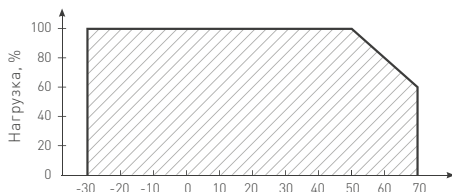

Рис. 2. Максимальная допустимая нагрузка, % от мощности источника.
- Температура окружающего воздуха от -30 до +50 °С, см. график зависимости максимальной допустимой нагрузки на источник питания от температуры окружающей среды на Рис. 2;
- 4.4. При невозможности обеспечить свободное пространство используйте принудительную вентиляцию. Не нагружайте источник питания более 80 % от его максимальной мощности. Учитывайте, что с повышением температуры окружающей среды, максимальная мощность источника питания снижается, см. график зависимости максимальной допустимой нагрузки на источник питания от температуры окружающей среды на Рис. 2.